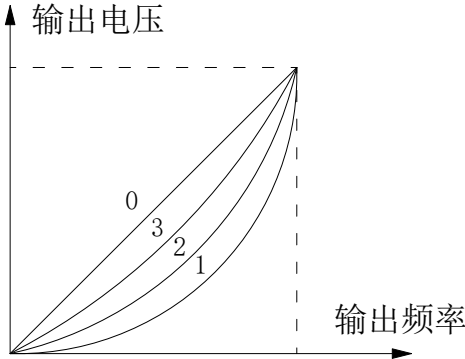

图 F4-1 V/F 曲线示意图
0：线性V/f（恒转矩负载），图F4-1中的曲线0。
- 1: 平方电压/频率控制模式, 如图 F4-1 中的曲线 1。
- 2: 1.5 次转矩/频率控制模式, 如图 F4-1 中的曲线 2。
- 3: 1.2 次转矩/频率控制模式, 如图 F4-1 中的曲线 3。